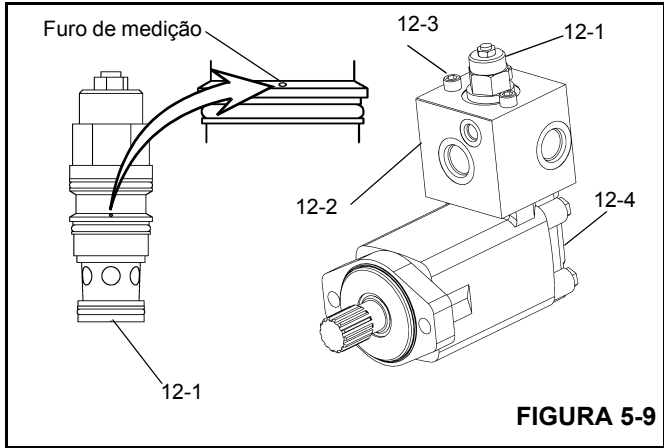

FIGURA 5-9
3. Remova a válvula de compensação (12-1) do bloco de compensação (12-2) e inspecione o furo de medição pequeno, localizado na lateral da válvula de cartucho, para verificar se ele não está obstruído (Figura 5-9). Além disso, inspecione os anéis de vedação para verificar se eles não estão cortados nem achatados.